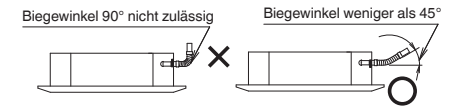

Abb. 3-93
- (3) Einschränkungen für die Ablaufschlauchverbindung
- Den mitgelieferten Ablaufschlauch nicht um 90° oder mehr biegen. Den Schlauch weniger als 45° biegen. (Abb. 3-93)